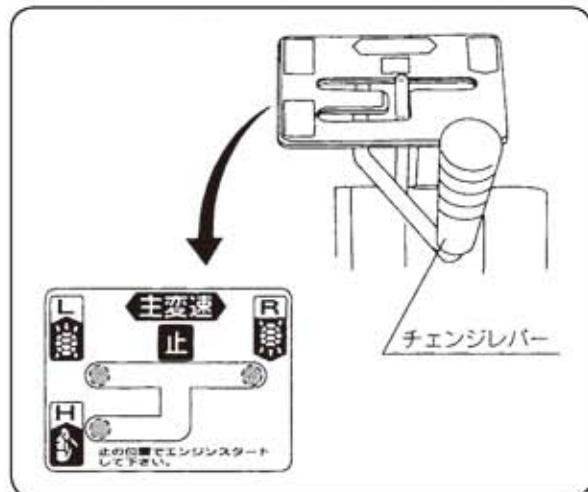

図19
- ① 低速の【前進後進】(低速)のチェンジの切替えは主クラッチを切らなくても切替え操作ができます。(図19)